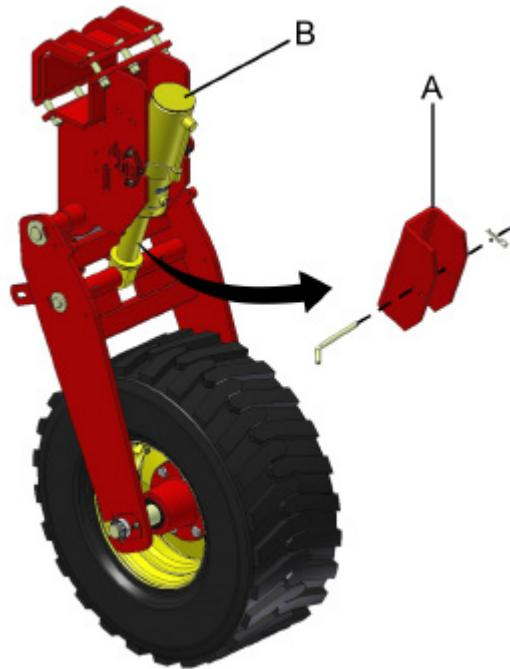

fig. 15
Após a abertura e o travamento do equipamento, como ilustração anterior, retire os calços (A) (fig. 15) dos rodados centrais (B).